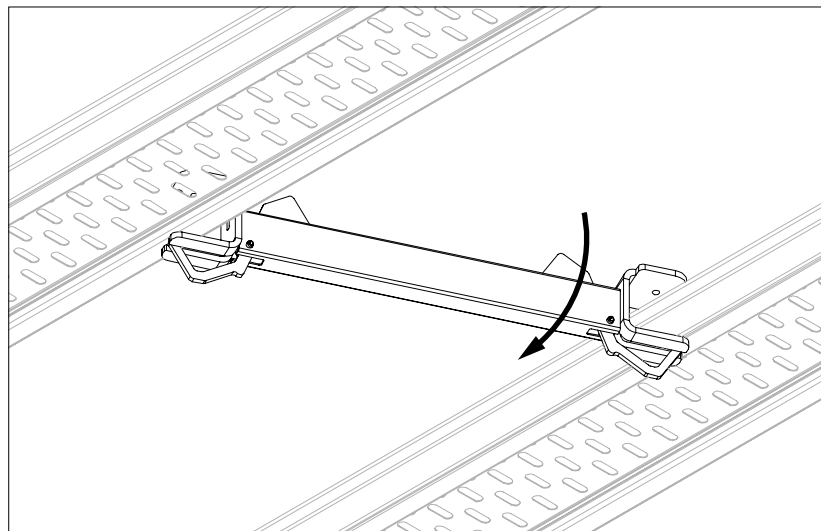

Abb. A7.03b
3. An vorgesehener Position die Belagtraverse diagonal von unten in die Belaglücke einheben und auf die angrenzenden Beläge rechtwinklig einschwenken. (Abb. A7.03b)